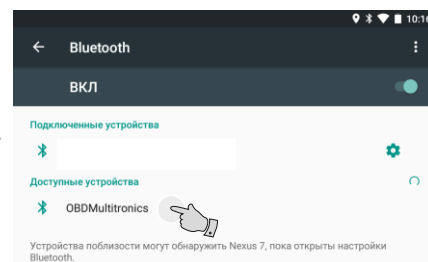

Рис. 1. Сопряжение с устройством
2. Подайте питание на МК. Через 1 минуту включите поиск bluetooth-устройств (рис. 1).